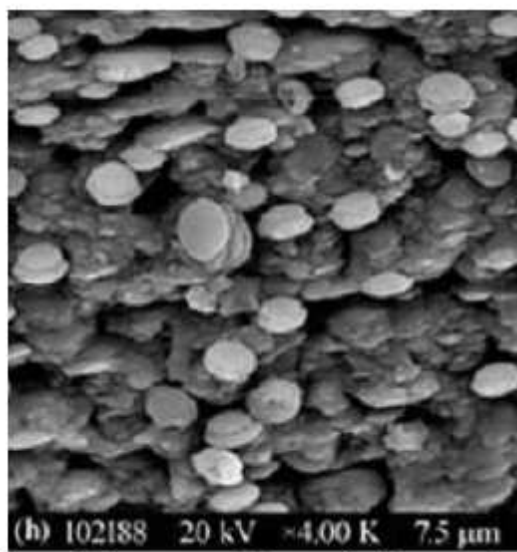

figura 2 (água com 0.5 ppm de dispersantes)
Segundo o “Minicursos CRQ-IV, Conselho Regional de Química-IV Região (SP), 2009”: “A dosagem de dispersantes distorce os cristais, impedindo que assumam formas geométricas definidas e, conseqüentemente, os aglomerados formados são irregulares e instáveis, não dando origem a incrustações de remoção difícil, como mostra a figura 2:”